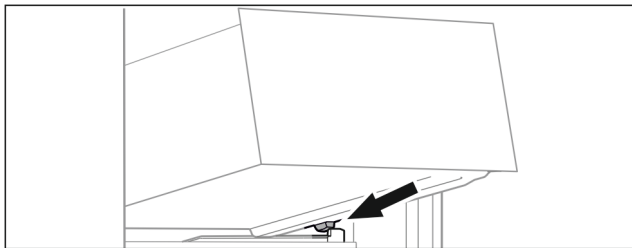

Fig. 20
- ▶ Applicare il cassetto in modo inclinato dietro i fermi sulla nervatura del contenitore Fig. 20 ().